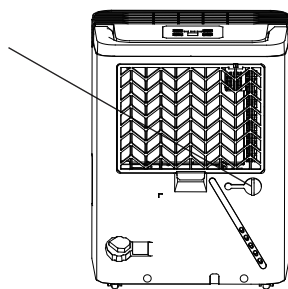
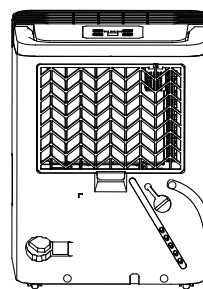

Fig. 8
Fig. 9
- Fjern gummipluggen fra avløpskoblingen på enheten. Koble til en avløpsslange (indre  $\varnothing=13,5\text{mm}$ ) og før denne til et sluk i gulvet eller annet egnet avløp (se fig.8 og fig.9).